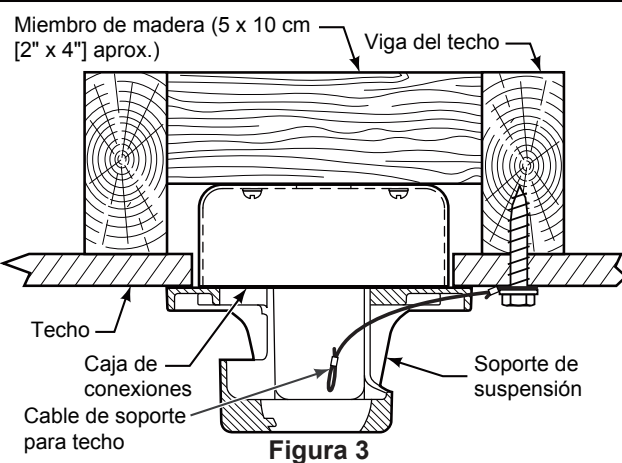

Figura 3
Uso del soporte (Figura 3)
3. Afloje los dos tornillos de fijación del soporte del barral de soporte para techo a través de la varilla. Introduzca los cables de color marrón, azul, rojo, gris, amarillo cables y cable de seguridad a través de la varilla. (Figura 3)
1. Perfore un orificio de 1/4" en la estructura del edificio para evitar grietas con la instalación del tornillo de intervalo. Utilice el tornillo de intervalo de 3/8"x2" y la arandela plana para fijar el cable de seguridad a la viga del techo o a la estructura de madera. Dicho tornillo pasará a través de arandela plana, la presilla del cable de seguridad y se fijará en la estructura del edificio. (Figura 3)
NOTA: el cable de soporte para techo no se puede asegurar solamente a la caja de conexiones; se debe asegurar directamente a la viga de techo o miembro estructural con el tornillo de cabeza cuadrada de 3/8"x2" y la arandela plana. (Figura 3)
2. Deslice el receptor en el soporte de suspensión antes de realizar el cableado como se muestra en la figura 3.
3. Instale el ensamble de la placa de iluminación en el soporte utilizando las dos ranuras principales de conexión. Vuelva a colocar el tornillo retirado y asegure los tres tornillos. (Figura 3)